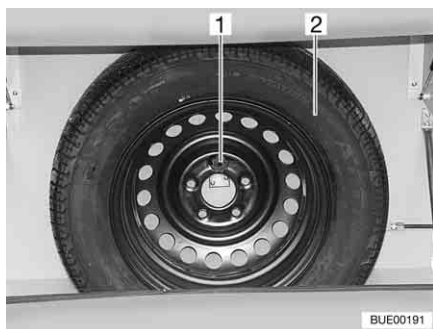

Bild 234 Ersatzrad-Halterung
Die Ersatzrad-Halterung ist im Gaskasten angebracht. Das Ersatzrad (Bild 234,2) ist gegen Aufpreis erhältlich.
- Schraube (Bild 234,1) lösen.
- Ersatzrad (Bild 234,2) entnehmen.